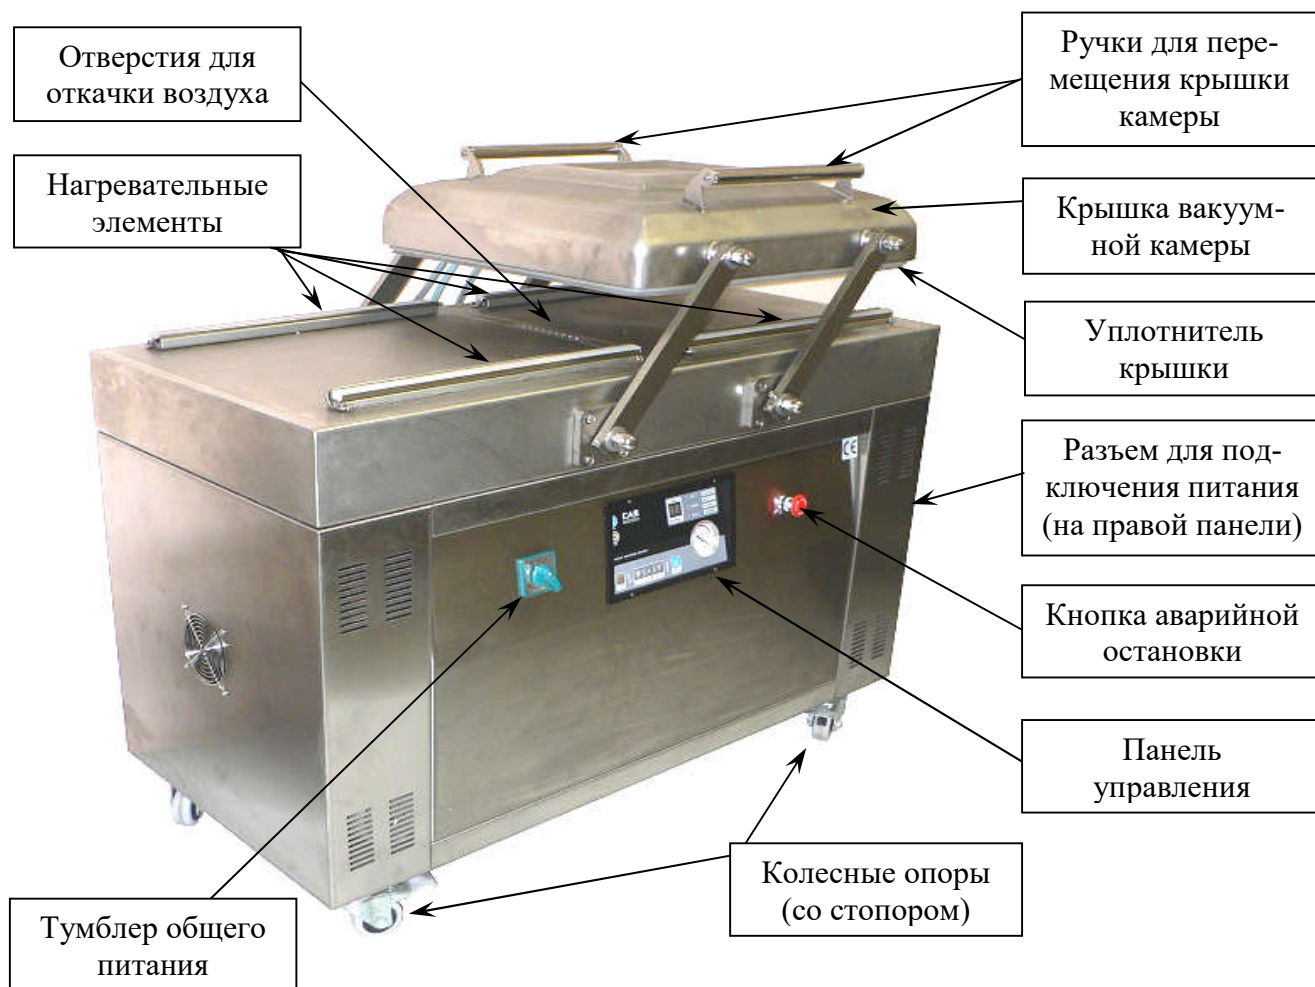

Рисунок 3.1 - Общий вид и обозначение основных элементов
- ❑ Подключить кабель электропитания в розетку с соответствующим напряжением и включить тумблер общего питания, расположенный на лицевой стороне вакуумного упаковщика (см. рисунок 3.1).